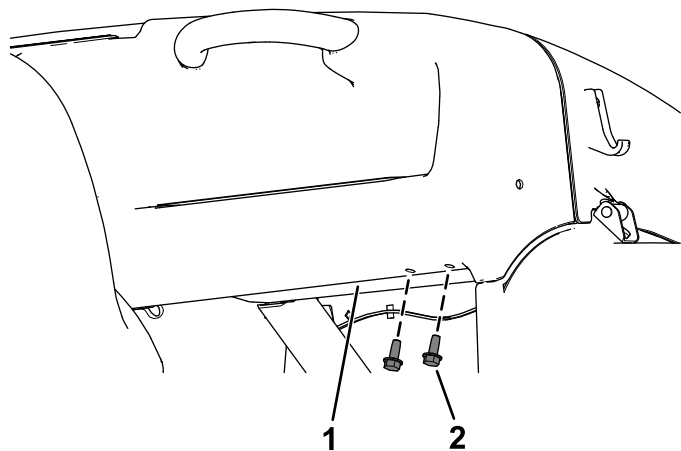

Figura 24
- A. Remova os dois parafusos (5/16 x 3/4 pol.) que prendem o painel de instrumentos à estrutura da máquina (Figura 24).